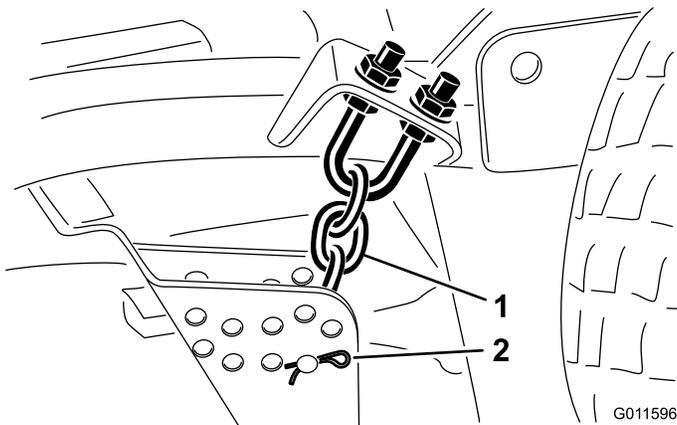

Figure 19
- Enlevez la goupille fendue et l'axe de chape qui fixent les chaînes de hauteur de coupe à l'arrière du plateau de coupe (Figure 19).